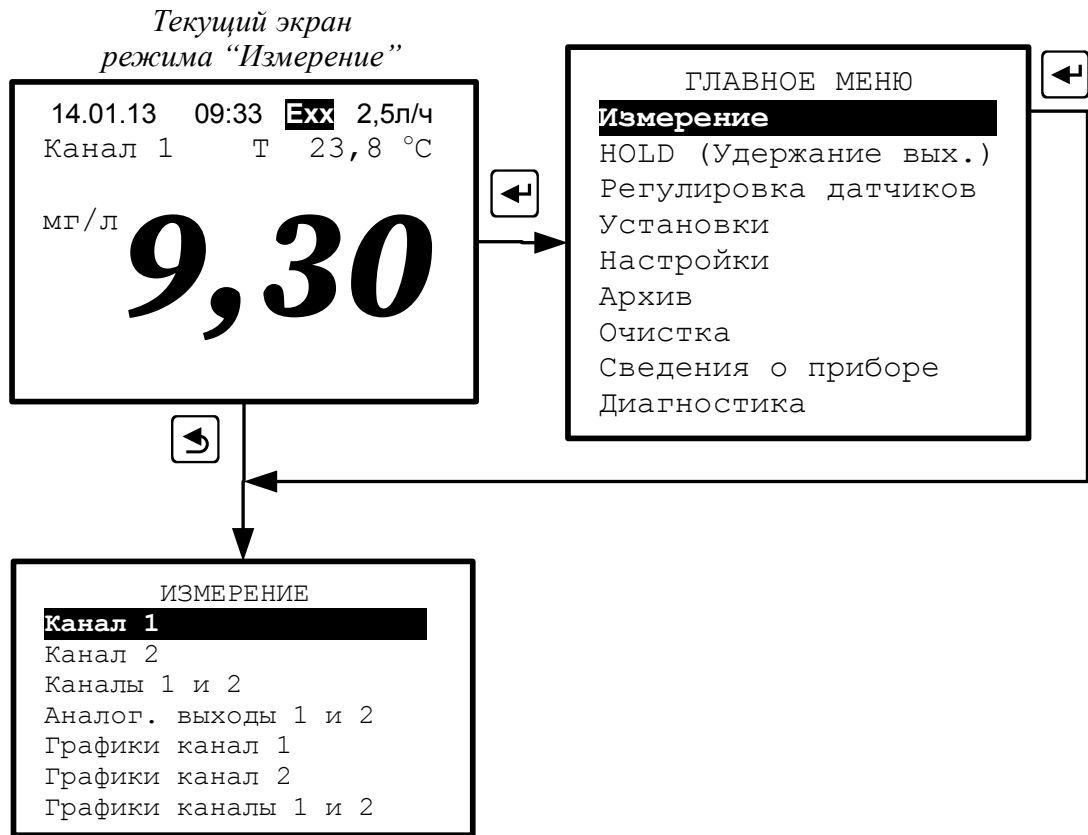

Рисунок 7 - Вход в меню «ИЗМЕРЕНИЕ»
- 10.3.4.1 Войти в меню «ИЗМЕРЕНИЕ» можно двумя способами (Рисунок 7):